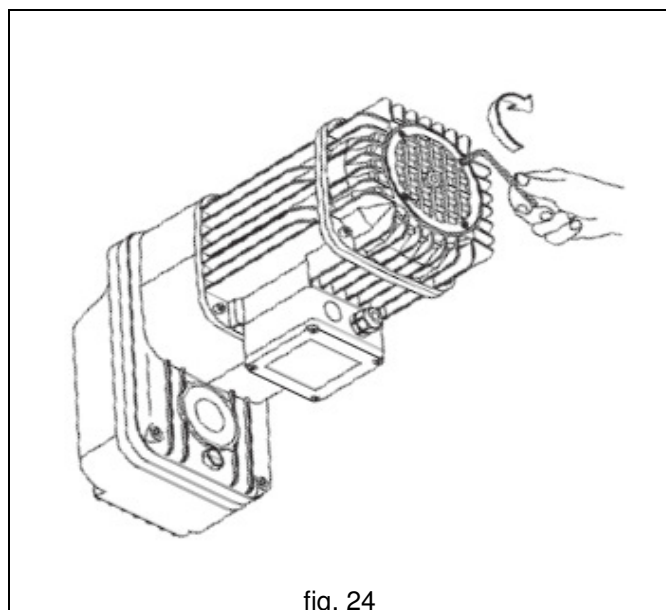

fig. 24
7. Volver a montar la rejilla (ventilador), atornillando completamente los cuatro tornillos (fig. 24).